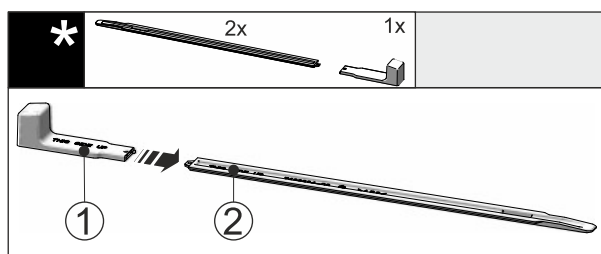

Fig. 50
- Inserire l'impugnatura di montaggio Fig. 50 (1) sulla guida di livellamento Fig. 50 (2).